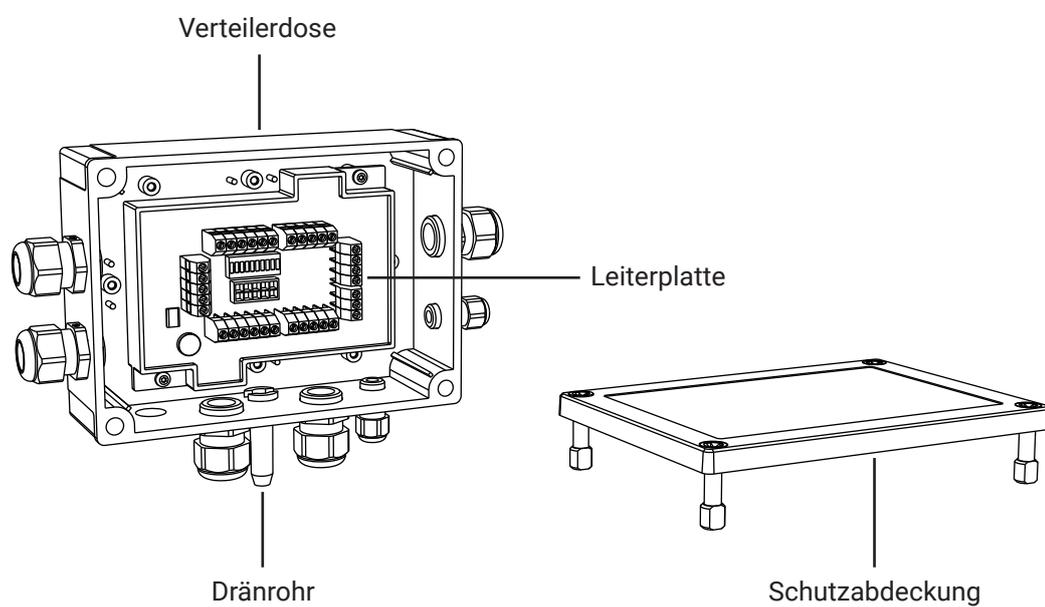

Abbildung 32. Verteilerdose
2. Bei der Montage muss das Dränrohr nach unten zeigen, siehe Abbildung 32.